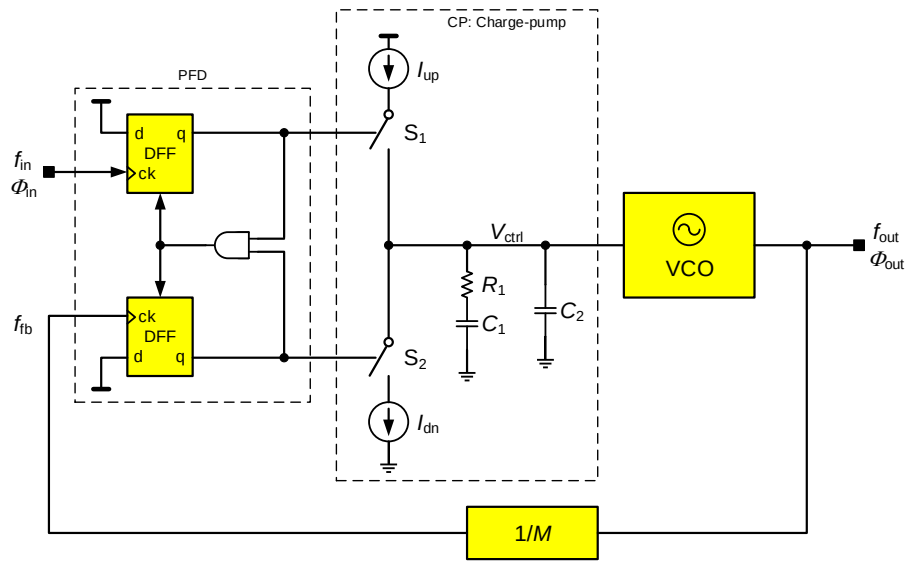

图 2 一种 Charge-pump PLL 电路结构
一种比较流行的 Charge-pump PLL 的电路结构就是改进的 type-II 型结构，如图 2 所示。在图 2 中，理想情况下， $I_{up} = I_{dn} = I_0$ ，假设 K_{vco} 为正值，当 f_{fb} 慢于 f_{in} 时，开关 S_1 闭合，开关 S_2 打开， I_{up} 对电容/电阻构成的 LPF 充电， V_{ctrl} 上升，VCO 振荡频率 f_{out} 升高；相反，若 f_{fb} 快于 f_{in} 时，开关 S_2 闭合，开关 S_1 打开， I_{dn} 对电容/电阻构成的 LPF 放电， V_{ctrl} 下降，VCO 振荡频率 f_{out} 降低。
1、(10%) 画出图 2 所示电路的线性化模型(linear model)，并写出开环传输函数(open loop transfer function) $H(s)|_{open}$ 及闭环传输函数 $H(s)|_{close}$
偏置电流源可用理想直流电源代替；所设计电路可以对图 2 进行改进